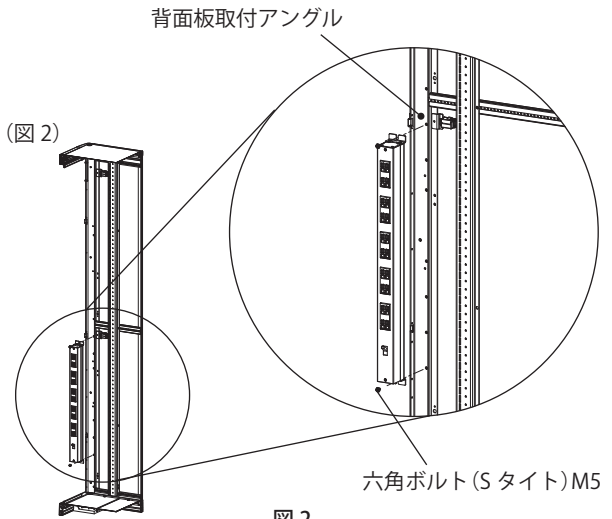

図 2
2. 背面板取付アングルに付属の六角ボルト (S タイプ) M5 で固定してください。(図 2)